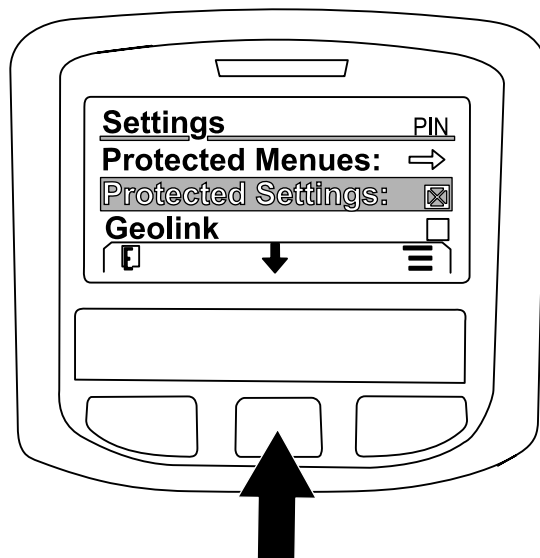

图232
7. 按中间按钮可导航至 GEOLINK 选项然后按右按钮可设置该选项 图232。